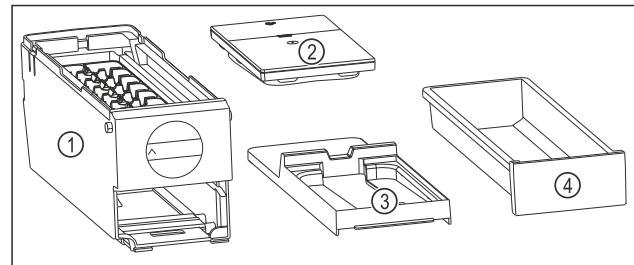

Fig. 84 Составные части EasyTwist-Ice
- Разбирайте EasyTwist-Ice только на составные части, представленные на рисунке. (см. Fig. 84)
- Очищайте корпус EasyTwist-Ice Fig. 84 (1) как цельное устройство.
- EasyTwist-Ice разобран на четыре части. (см. Fig. 84)